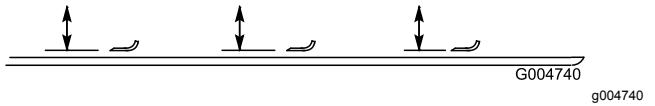

Bild 109
2. Drehen Sie die Schnittmesser, bis die Enden nach vorne und hinten zeigen (Bild 109). Messen Sie von der Innenseite des Mähwerks bis zur Schnittkante an der Vorderseite des Messers. Merken Sie sich dieses Maß.